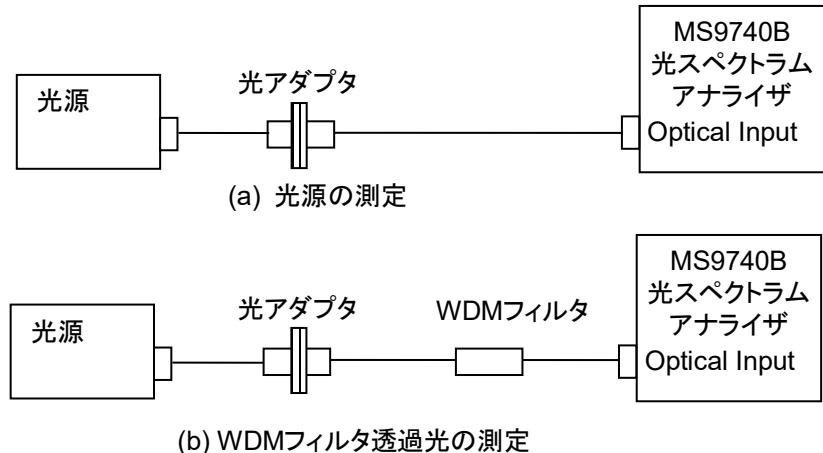

図 5.9.4-1 WDM フィルタの測定系
2. 光ファイバコード 2 本と光アダプタを図 5.9.4-1 (a) のとおりに接続します。
7. WDM フィルタを図 5.9.4-1 (b) のとおりに接続します。